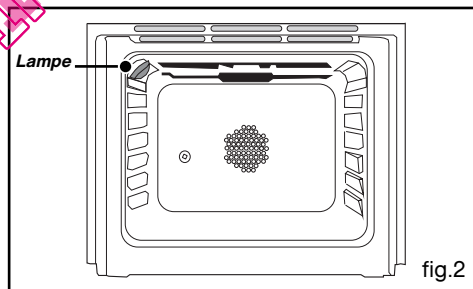

fig.2
• REMPLACEMENT DE LA LAMPE DU FOUR fig.2
A l'apparition de la flamme maintenez toujours la manette appuyée **fortement** durant quelques secondes (Fig.2).